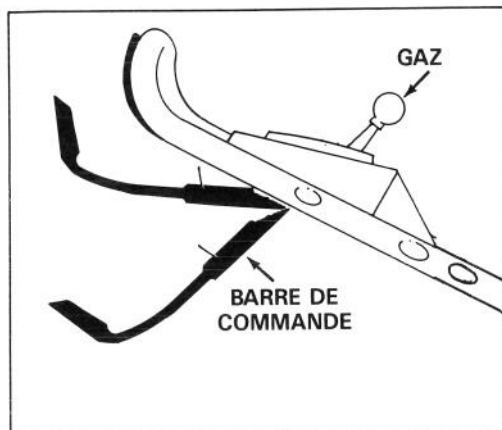

Figure 7
1. **COMMANDES** — La commande des gaz et la barre de commande sur la poignée supérieure (Fig. 7). Le démarreur manuel se trouve sur le dessus du moteur.